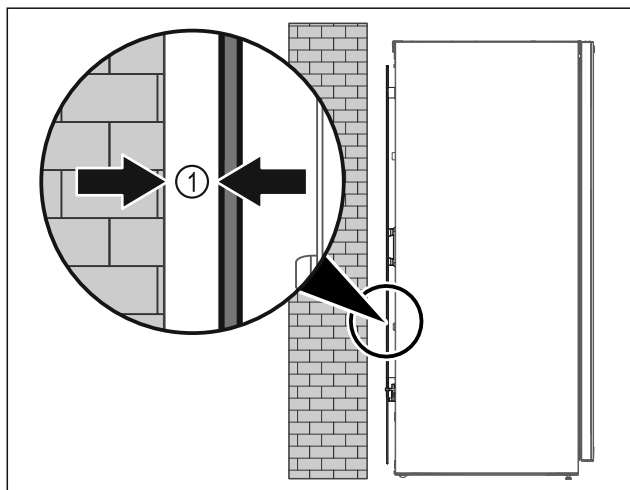

Fig. 8
- Opstil apparatet enten frit i rummet eller direkte på en væg med en mindsteafstand på 5 mm Fig. 8 (1).